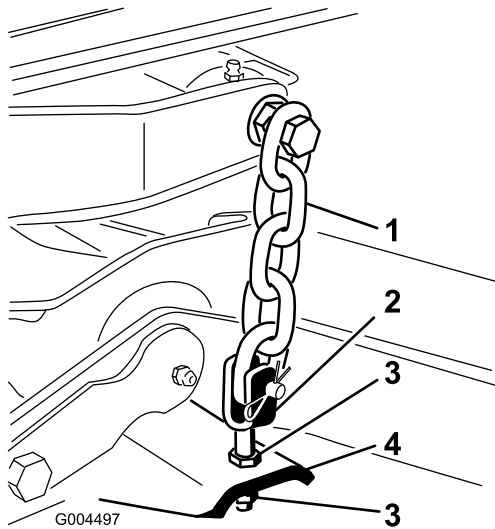

Figura 79
7. Ajuste las contratuercas que fijan las horquillas/cadenas de la parte trasera de la plataforma para elevar la parte trasera, hasta que la inclinación de las cuchillas sea de 8 mm (Figura 79).